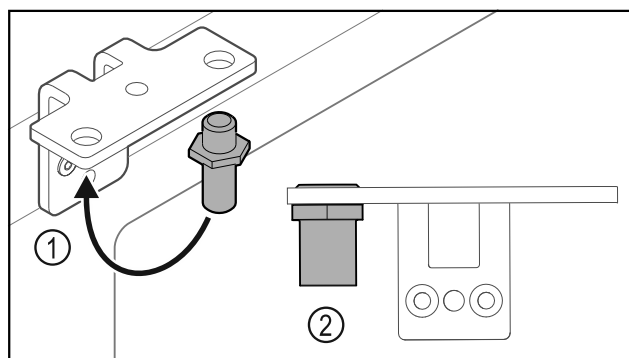

Fig. 34
- Flyt bolten Fig. 34 (1) i hængselvinklen.
- Spænd bolten Fig. 34 (2) med et **drejemoment på 12 Nm**.